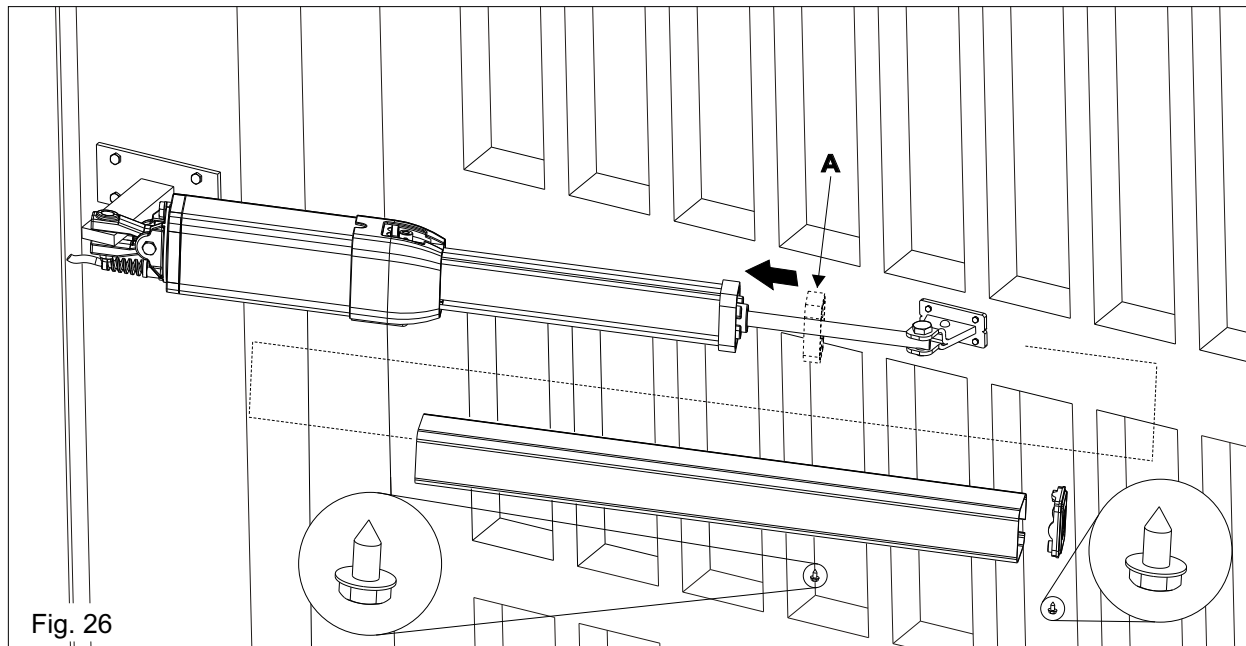

Fig. 26
Asegurarse de haber insertado el marco de plástico antivibración (A) antes de insertar la cubierta cubre pistón (Fig. 26).